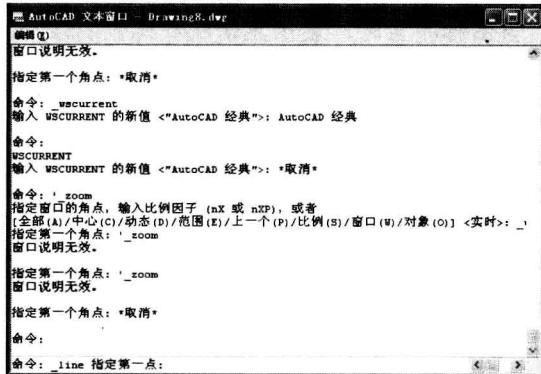

图 1-4 文本窗口
- 对当前命令窗口中输入的内容可以按F2键用文本编辑的方法进行编辑，如图1-4所示。